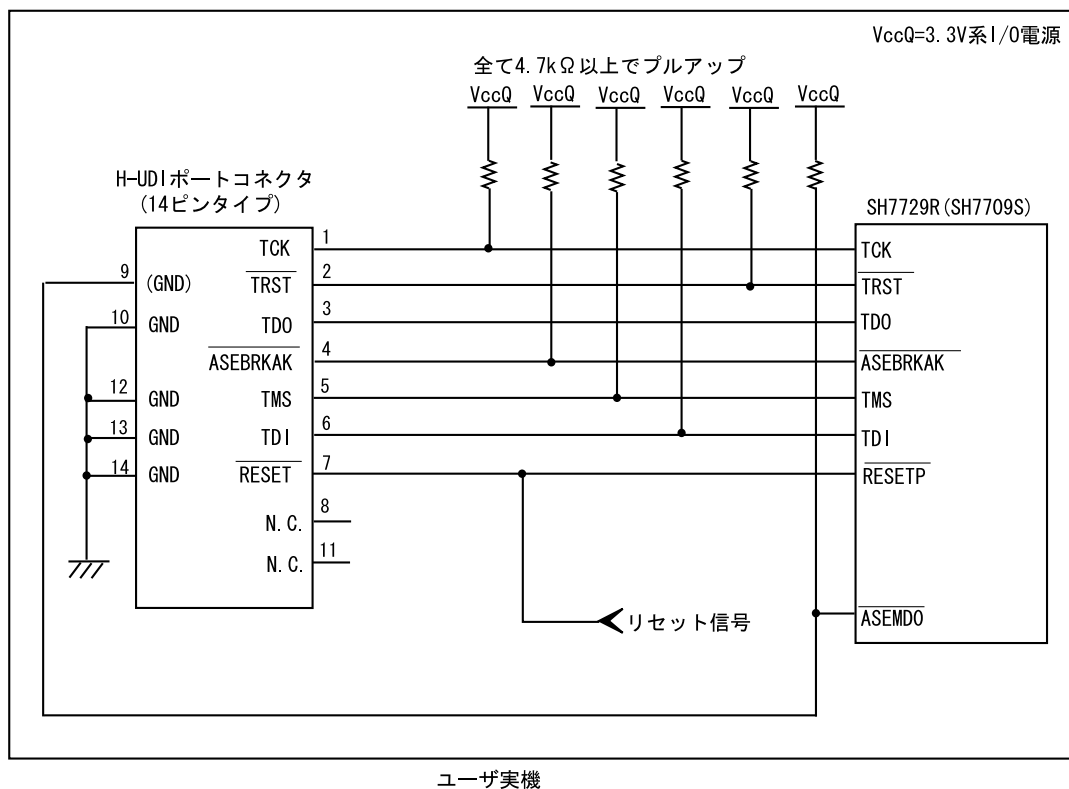

図 1.6 E10A-USB 使用時の H-UDI ポートコネクタ - チップ間の接続例
E10A-USB エミュレータ使用時の H-UDI ポートコネクタ(14 ピンタイプ)とチップ間の推奨接続例を図 1.5、UVCC 未接続時の接続例を図 1.6 に示します。
6. 図 1.5, 図 1.6 に記載されている抵抗値は、参考値です。
- 図 1.6 接続例で回路を組んだ場合の E10A-USB エミュレータのスイッチ設定：SW2=0, SW3=1 スイッチ設定の詳細は、「SuperH™ファミリ用 E10A-USB エミュレータユーザーズマニュアル デバッグ編 3.8 章 DIP スイッチの設定」を参照してください。